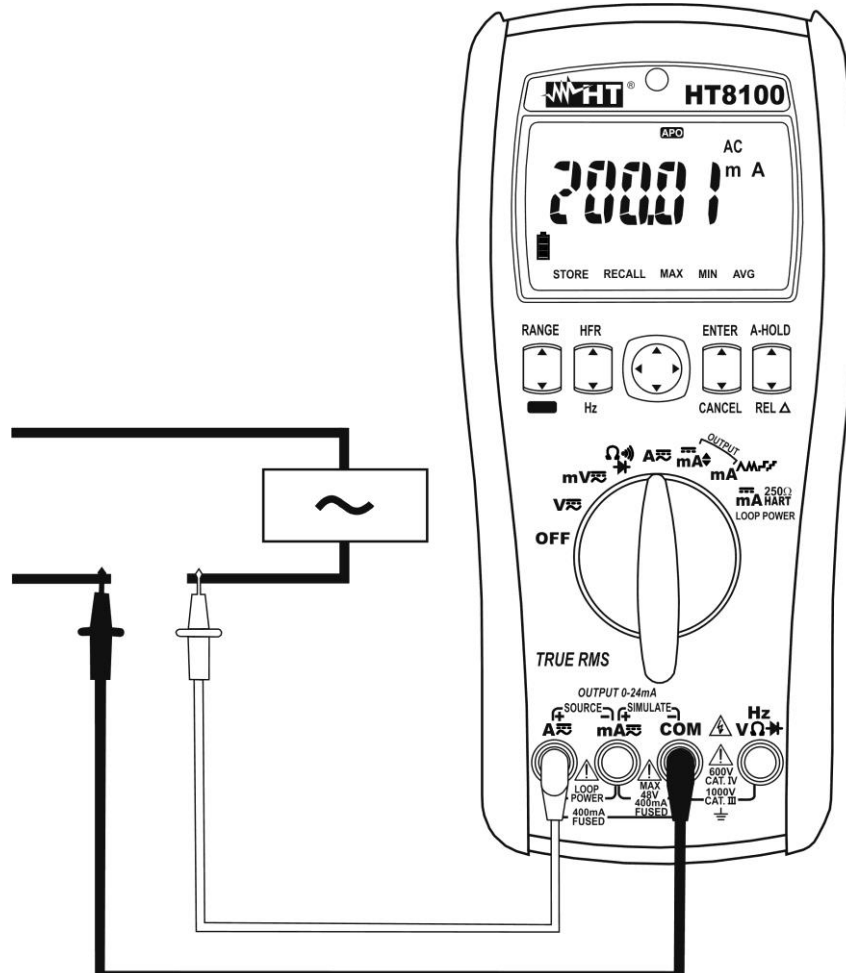

Fig. 5: Uso do instrumento para a medição de Correntes CA
4. Inserir o cabo vermelho no terminal de entrada **mA**  $\overline{\sim}$  ou **A**  $\overline{\sim}$  e o cabo preto no terminal de entrada **COM** (ver Fig. 5).